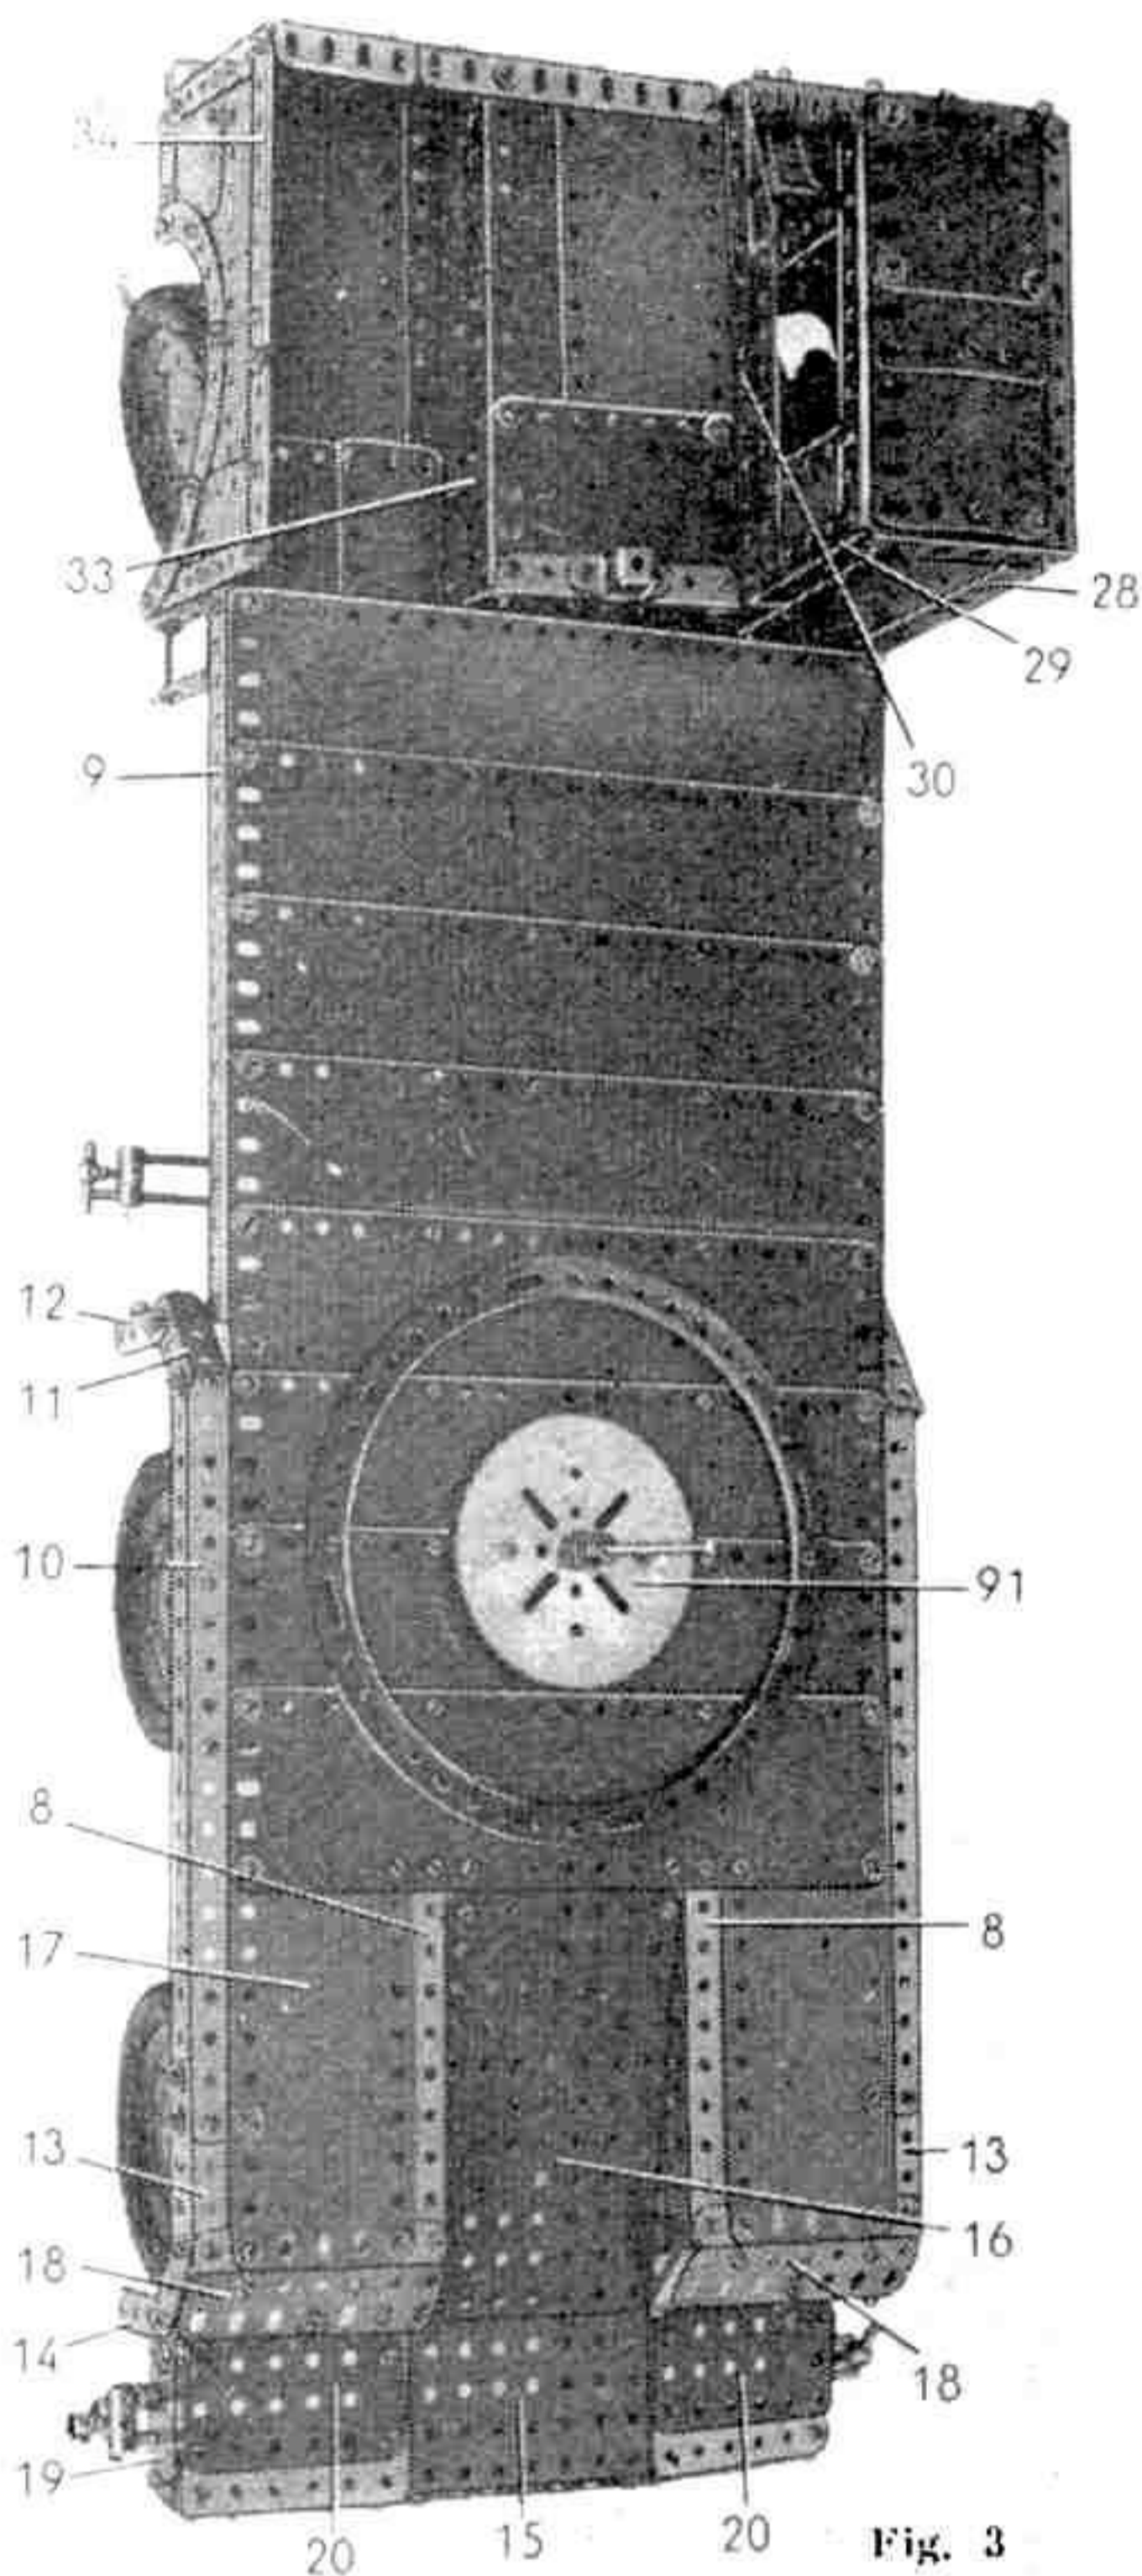

Fig. 3
Nota : Ce moteur (fig. 3) est expérimental. A l'usage, il manquerait de souplesse et nécessiterait une impulsion au départ. En réalité, les moteurs de modèles réduits ont des rotors à 3 ou 5 pôles.
PLATEFORME (Fig. 3)
CAPOT ET CALANDRE (Fig. 3 et 4)
Une cornière (33), formée d'une cornière de 6 trous et d'une de 11 trous est boulonnée à la cornière (32) (fig. 3). La cornière (33) est le pendant de la cornière (30) et constitue l'angle du capot. Les cornières (30) et (33) sont réunies à leurs extrémités arrière par une cornière de 7 trous munie d'un cavalier.